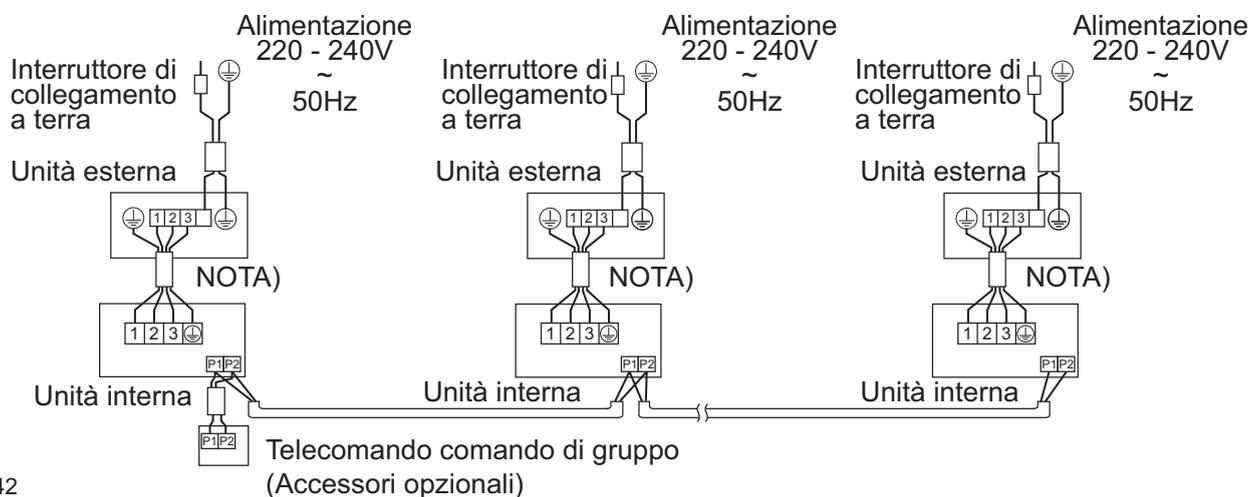

Fig. 42
- **Comando di gruppo:** 1 comando a distanza che controlla fino a 16 unità interne (tutte le unità interne funzionano in conformità con il comando a distanza). **(Fare riferimento alla Fig. 42)**
- (1) Rimuovere il coperchio della scatola di controllo.
- (2) Collegare degli attraversamenti tra i terminali (P1, P2) nella scatola di comando per il comando a distanza. (Non esiste polarità.) **(Fare riferimento alla Fig. 42 e alla Tabella 2)**